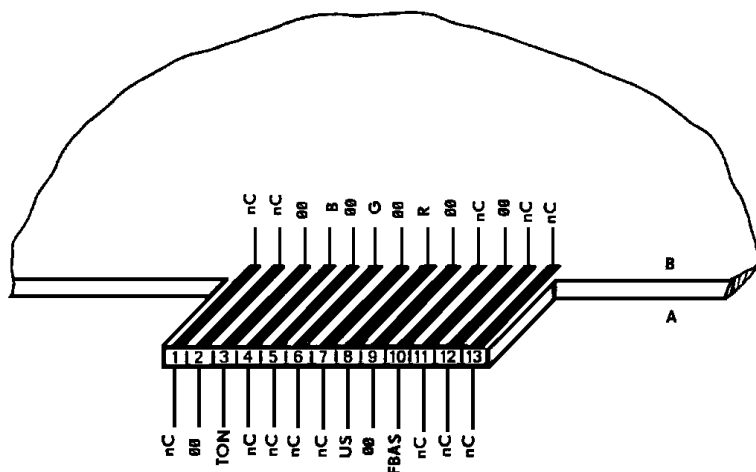

Bild 7: Anschlußbelegung des Steckverbinders TV-RGB
- am Steckverbinder "TV - RGB" (vgl. Bild 7 und Tab.2) über das Fernsehgerät mit RGB- oder FBAS-Eingang, einkanalig in 32 Lautstärkestufen (bei Antenneneinspeisung am Fernsehempfänger erfolgt keine Tonausgabe, drehen Sie deshalb den Lautstärkeregler zurück.),
Der Steckverbinder (vgl. Bild 7) dient zur Ausgabe des Bild- und Tonsignals wahlweise als RGB- oder FBAS-Signal (siehe letztes Kapitel „Videointerface“).
| 00 | Bezugspotential, Masse | siehe Bild 7 | 6 | |